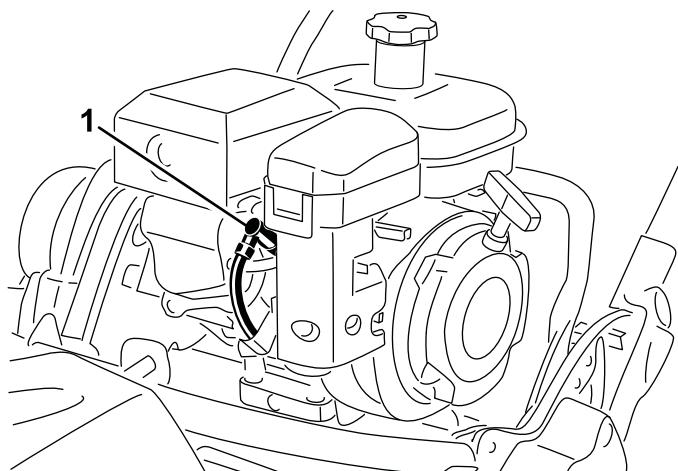

Bild 34
1. Ziehen Sie den Zündkerzenstecker ab (Bild 34).